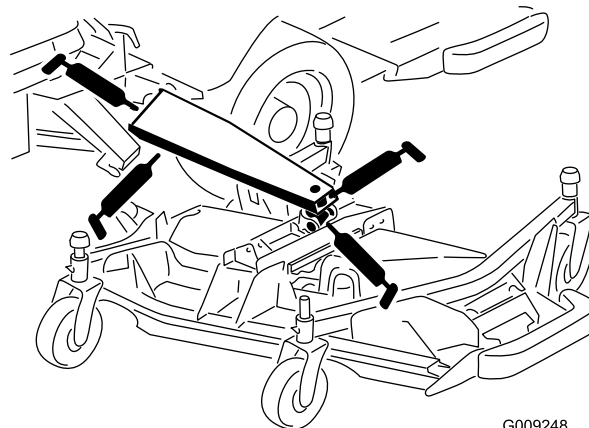

Figura 75
- 3 boccole del braccio di sollevamento principale (Figura 75)
- 1 boccola del cilindro di sollevamento (Figura 75)